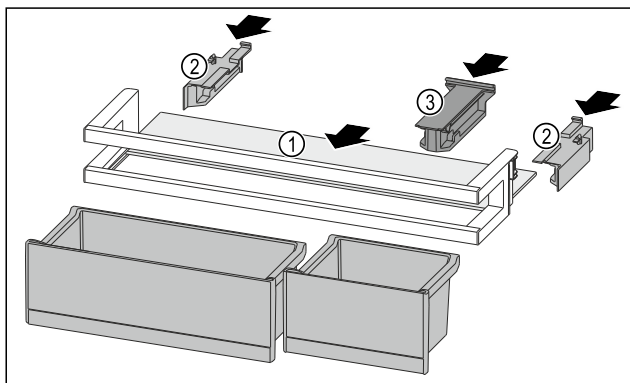

Fig. 225
- Umetnite policu Fig. 225 (1) u bočna udubljenja.
- Umetnite bočne dijelove Fig. 225 (2).
- Umetnite pridržni dio Fig. 225 (3).